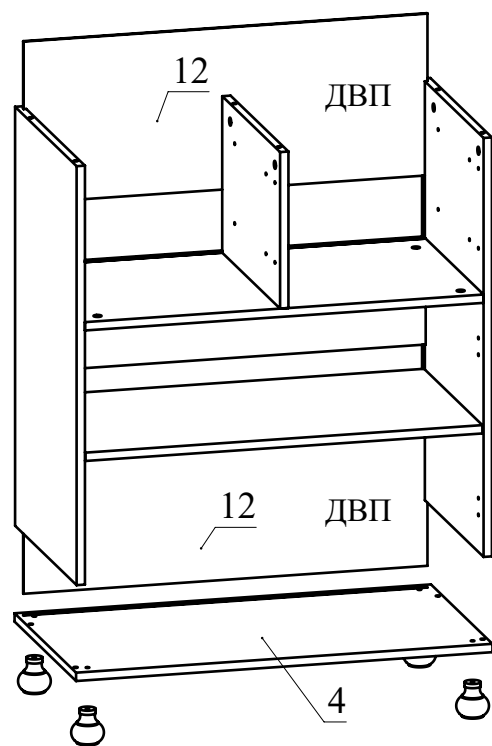

Рис.7
6. Вставьте задние стенки 12 в пазы деталей 1, 2, 4, 6 (Рис.7).
7. При помощи конфирматов 7х50 прикрутить опоры к детали 4 (Рис. 7)